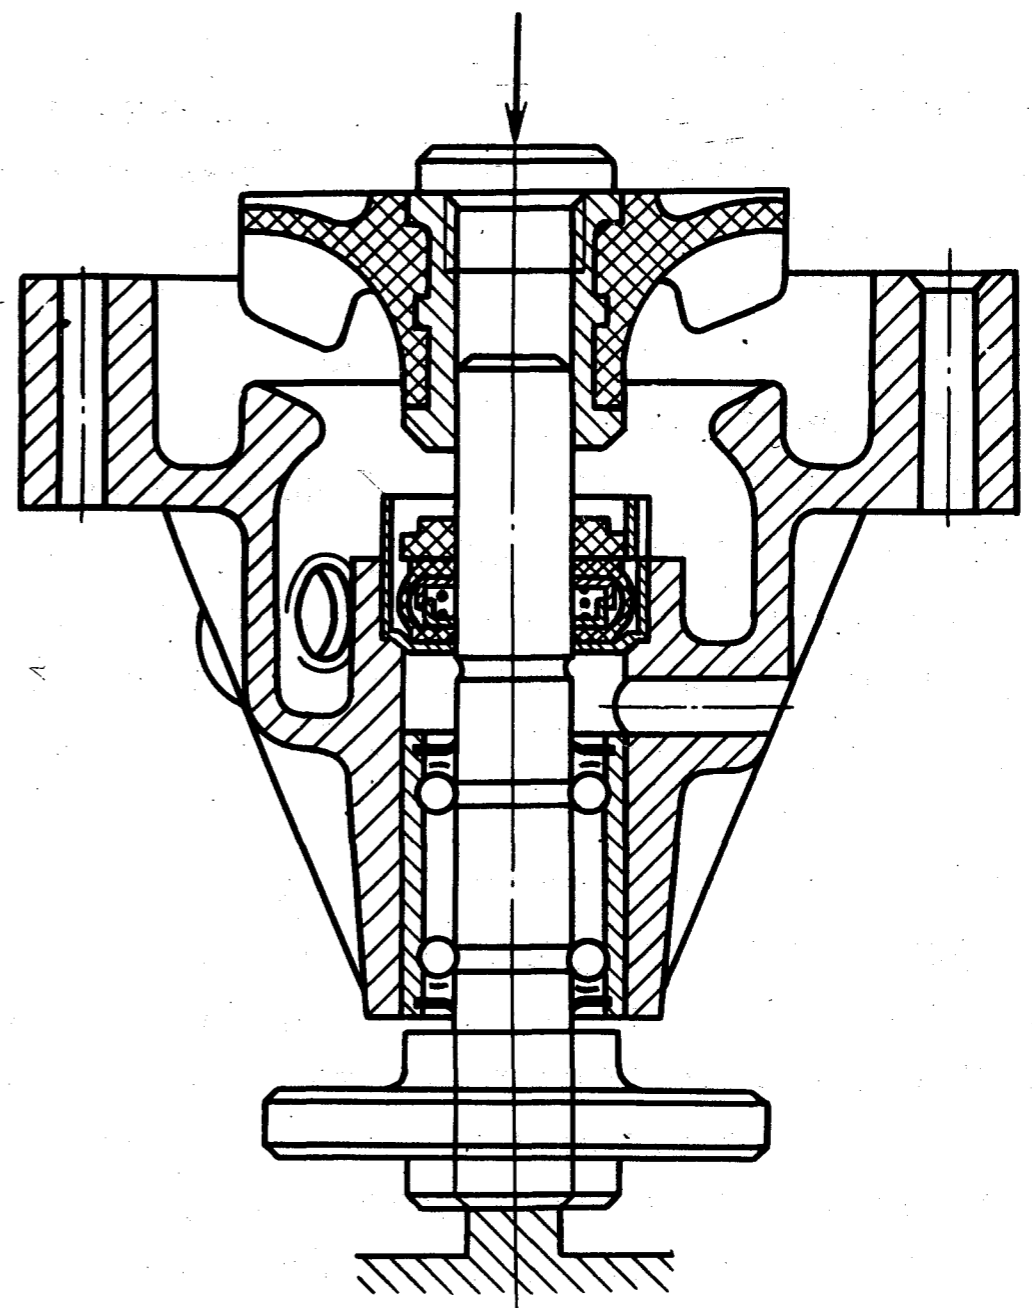

Рис. 77. Напрессовка крыльчатки водяного насоса
- напрессовать крыльчатку на вал подшипника заподлицо с корпусом насоса. Выступание крыльчатки из-за плоскости корпуса должно быть не более 0,2 мм (рис. 77);